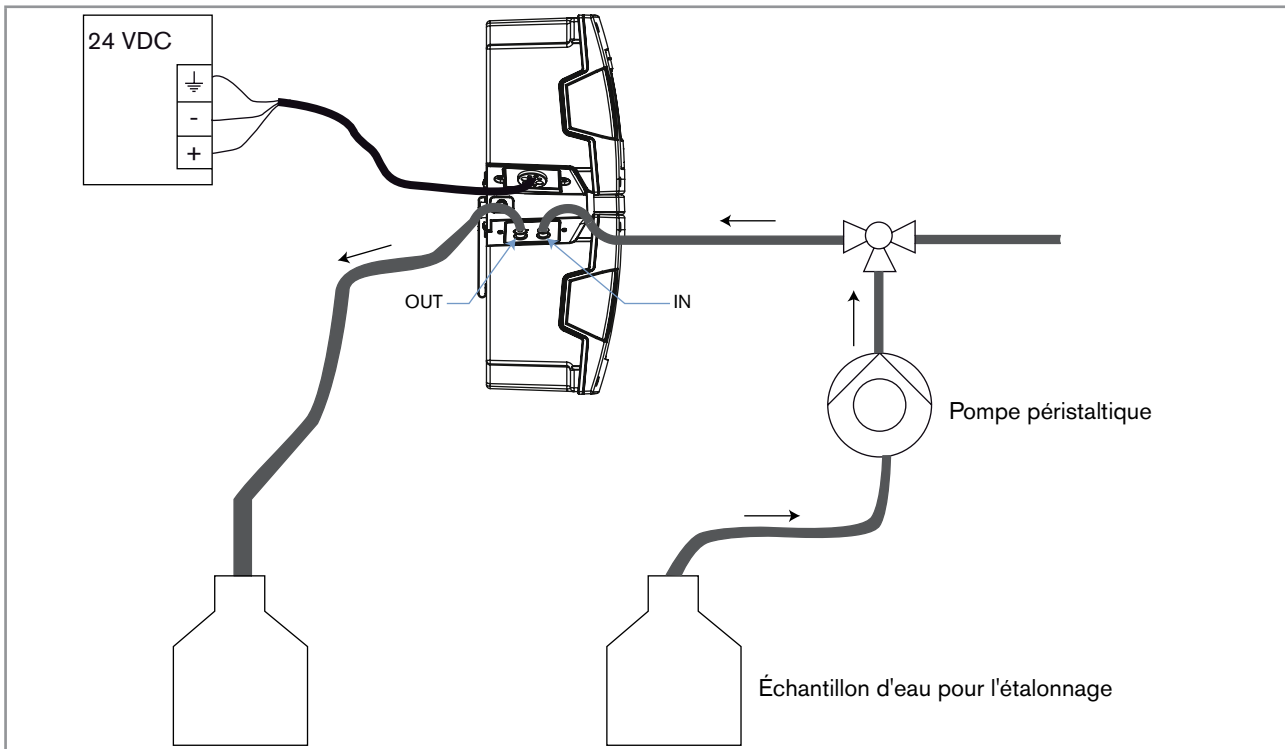

Fig. 3 : Installation pour l'étalonnage du produit dans un système type 8905
1. Raccorder une pompe péristaltique dans le circuit d'arrivée de l'échantillon d'eau du système, tel que décrit dans la Fig. 3. Si les raccordements fluidiques ne sont pas effectués correctement, le produit et le système peuvent être endommagés car la pression dans le produit et le système est trop élevée.
1. Raccorder une pompe péristaltique dans le circuit d'arrivée de l'échantillon d'eau du système, tel que décrit dans la Fig. 3, chap. 8.10.3. Si les raccordements fluidiques ne sont pas effectués correctement, le produit et le système peuvent être endommagés car la pression dans le produit et le système est trop élevée.